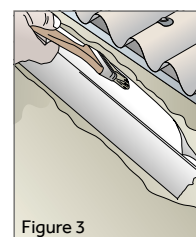

Figure 3
- Dans les angles, déposer le voile de renfort Parathane Mat dans la première couche encore fraîche (figure 3).